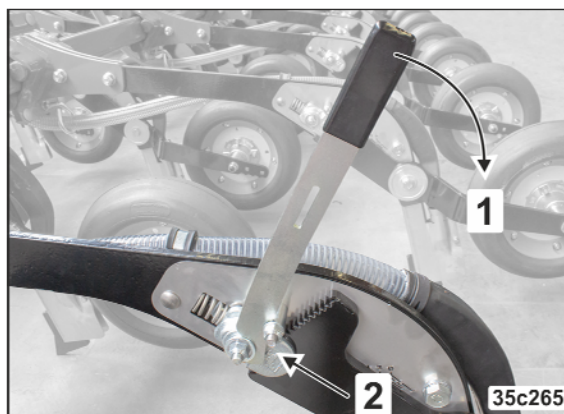

Bild 176
3. Lås upp inställningsanordningen med hjälp av verktyget (Bild 176/1/2)